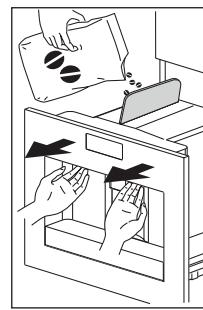

Abb. 14
- Ziehen Sie das Gerät an den Griffen heraus (Abb. 14). Öffnen Sie den Deckel und füllen Sie Kaffeebohnen in den Behälter. Schließen Sie dann den Deckel und schieben Sie das Gerät hinein.